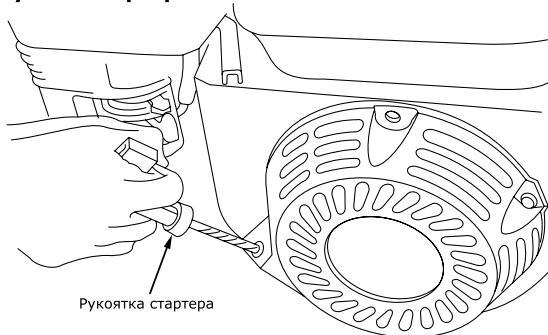

Рис. 13
- Запустите двигатель. Будьте внимательны! При вытягивании шнура стартера шнур может создавать отдачу. Возьмитесь за ручку шнура стартера. Медленно потяните шнур до возникновения сопротивления со стороны двигателя. Не допускайте возврата ручки обратно продолжайте быстро тянуть ручку на полный взмах руки. Медленно (с натягом шнура) верните ручку в начальное положение (рис. 13).